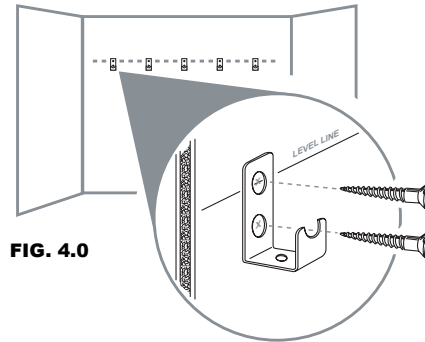

FIG. 4.0
2. Centrer le trou de vis supérieur du crochet en L sur le trait de niveau du mur et fixer les crochets en L au mur à l'aide de vis no 8 de 1 1/2 pouce (fig. 4.0).